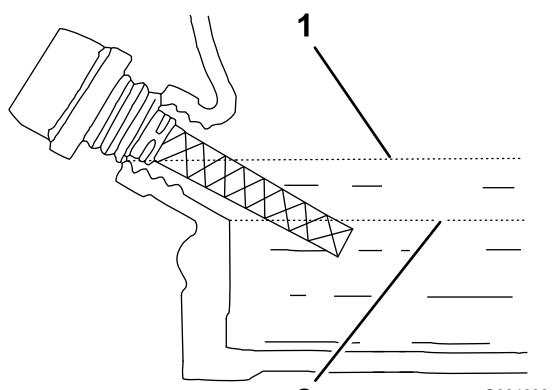

図 27
**注** オイル量がディップスティックの最低限度マークより下、またはその付近にある場合には、ディップスティックの最高限度マークのすぐ下給油口の下端までオイルを補給してください図 27を参照。その後、オイルの量をもう一度点検してください。エンジンオイルを入れすぎないでください。